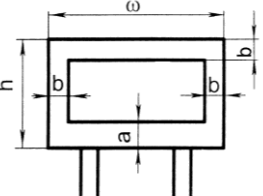

Рис. 5.8
5.14. Прямокутний дорожній показчик розмірами  $w$  і  $h$  (рис.5.8) виготовлено з металічного листа постійної товщини. Площа поля, яка вміщує зображення, має складати  $S$ . З нижнього боку показчик має поле  $a$ , з трьох інших –  $b$ . Знайти значення  $w$  і  $h$ , при яких для виготовлення показчика потрібна мінімальна кількість листового матеріалу.